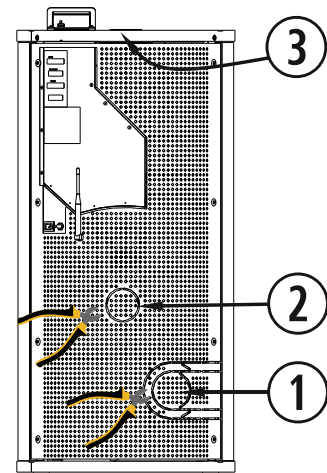

Figura 5
**No DIFLUX:** Retirar la protección del extractor (①) y del tubo de entrada de aire (②). Figura 5
**DIFLUX:** Retirar la tapa superior (③).